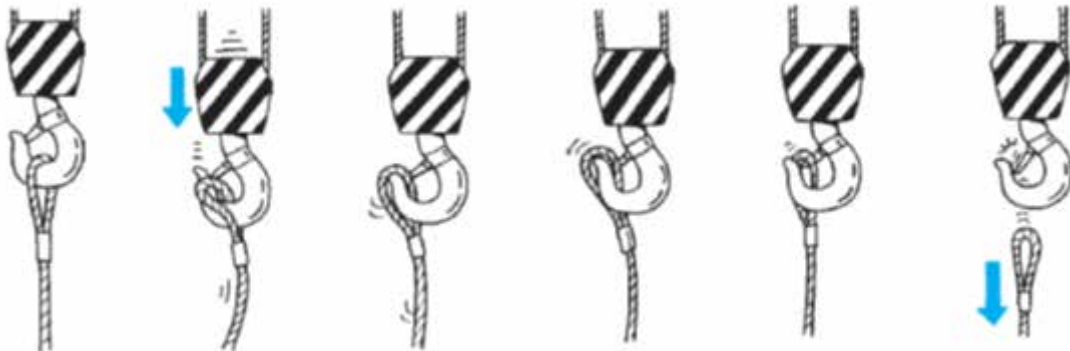

Fig. 5-13 Cómo sale una argolla de un gancho
- Verifique el funcionamiento del pestillo de gancho. Según las condiciones, los cables metálicos de la eslinga pueden salir del gancho como se muestra en Fig. 5-13. En algunos lugares de trabajo, se utilizan dos dispositivos de pestillo para prevención.